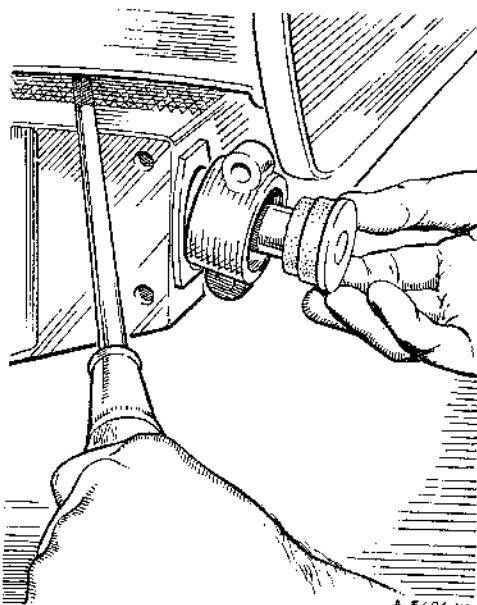

Fig. H.3
- (2) Quitar la biela de empuje (Sección H.2).
- (3) Desenroscar y quitar la tuerca que fija el pasador del soporte de montaje al bastidor auxiliar (Fig.H.3). Retirar los tornillos entre el bloque de montaje y la carrocería. Hacer palanca para separar la carrocería y el bastidor auxiliar lo suficiente para que se puedan sacar el pasador del soporte, bloques y gomas.